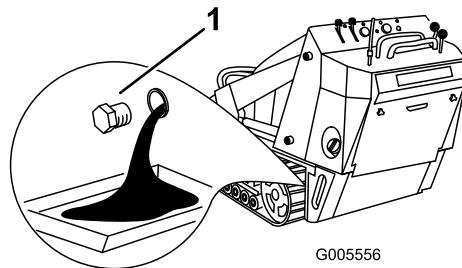

Figure 37
4. Enlevez le bouchon de vidange (Figure 37).